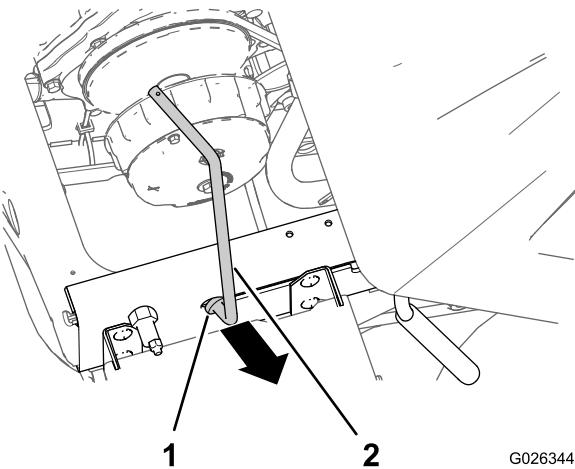

図 3
5. 支え棒の下端を、左側フレームのチャネル部材または車体の支え棒ブラケットのスロットの前端まで移動させる 図 3。
6. スロットの端についているキー穴から支え棒を抜き取る 図 3。